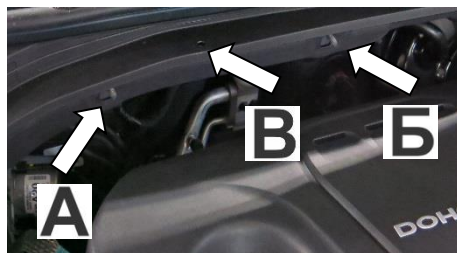

Рис.1
1. Скрутить пистоны **А** и **Б** со шпилек, извлечь пистон **В**, (Рис.1).